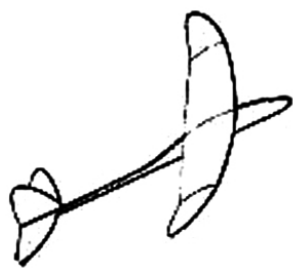

图 1-2 手掷模型滑翔机
(2) 手掷模型滑翔机——依靠运动员手臂的力量将模型送上天，然后再转入自由滑翔。如图 1-2。